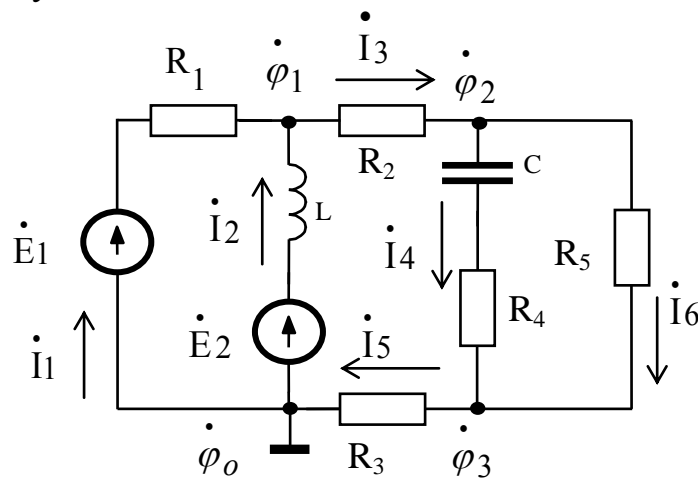

Рисунок 1
Для составления уравнений по законам Кирхгофа произвольно выбираем условно - положительные направления токов в ветвях и направления обхода контуров (см. рисунок 1).
В соответствии с выбранной нумерацией узлов (рис.1) система уравнений для расчета комплексов потенциалов узлов в общем виде представлена системой (15):
Комплексы действующих значений токов в ветвях схемы, после выбора их положительных направлений (рисунок 1), определяются выражениями:
Допустим, в задании требуется рассчитать ток  $i_1(t)$  (рисунок 1). Схема для расчета напряжения  $U_{xx}$  имеет вид: